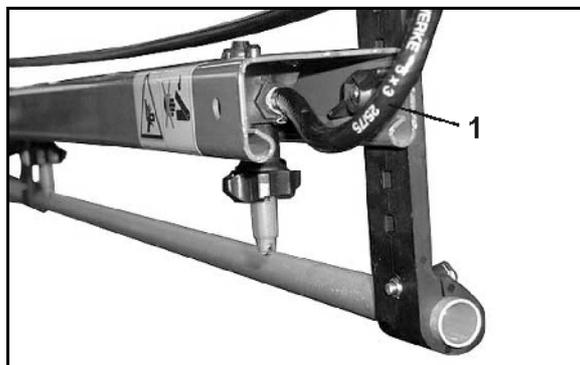

Bild 68
- ger ett kontinuerligt omlopp för sprutvätskan i sprutledningarna. Därför sitter det i varje ände på resp. delbredd en spolslang (Bild 68/1).
- en spolanslutning (Bild 68/1) till resp. delbredd.